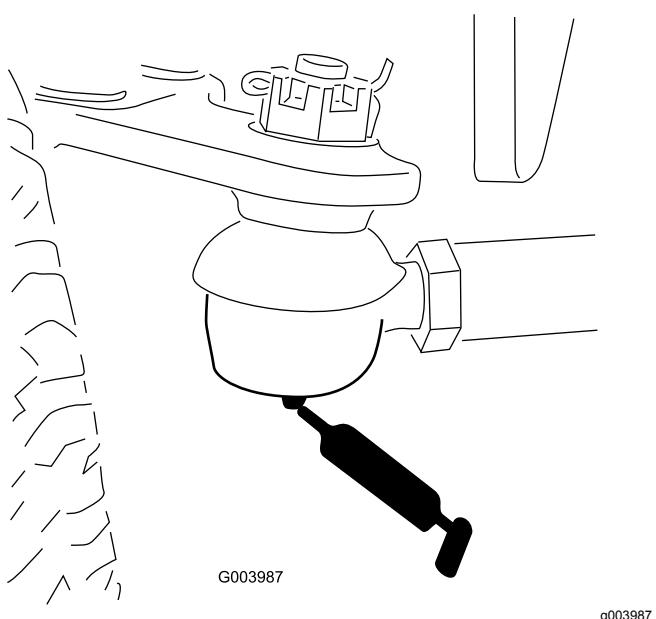

Bild 49
- Spurstange der Hinterachse (2) (Bild 49)